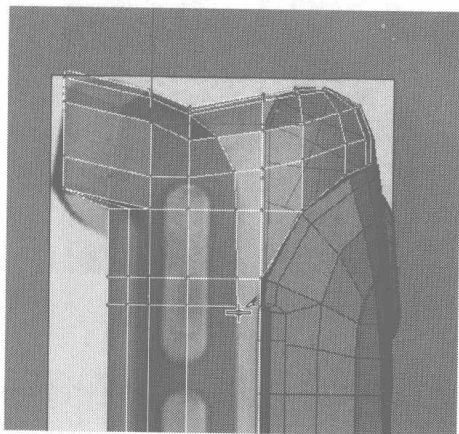
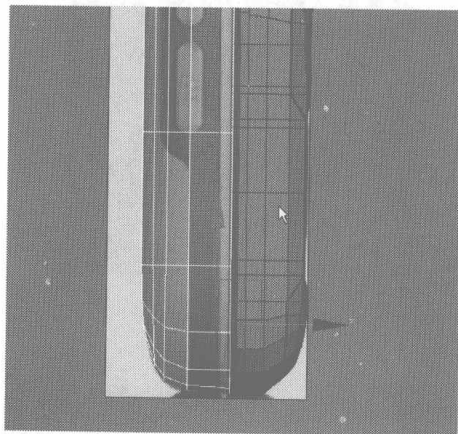

图 4.260
图 4.261
- 12** 在 Left 视图中添加如图 4.260 所示的细分线，并用 Connect 命令添加一条如图 4.261 所示的细分线。